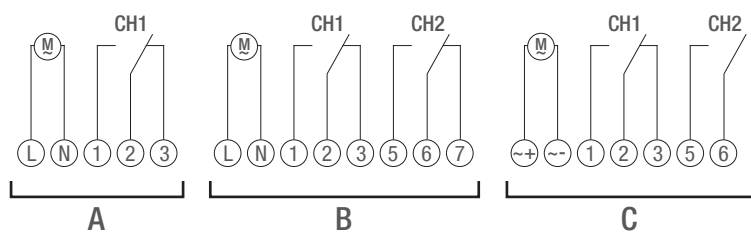

Fig. 5: Koblingsdiagram
3. Tilslut kontaktret i henhold til koblingsdiagram (Fig. 5/A), (Fig. 5/B) eller (Fig. 5/C).